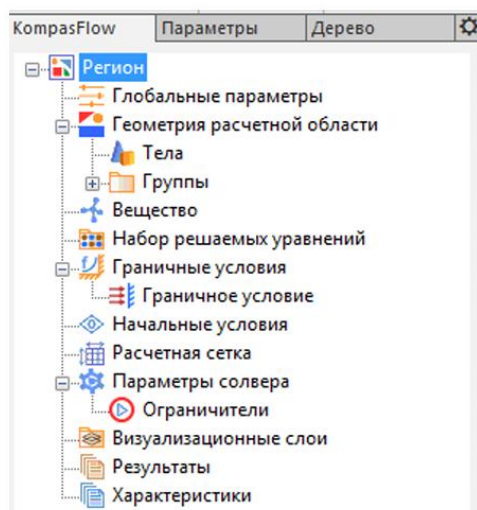

Рисунок 3
10. В области панелей управления КОМПАС-3D во вкладке «KompasFlow» представлены элементы, называемые также «Дерево проекта» (рис. 3).